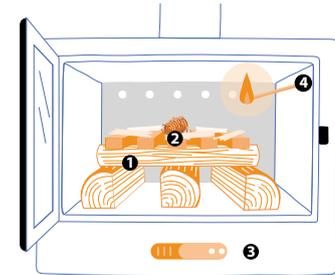

fig. 12 - Accensione dall'alto
- La cosiddetta “accensione dall'alto” è la realizzazione della prima fiamma su un castello di carica di legna appositamente posizionato in camera di combustione, *fig. 12*.